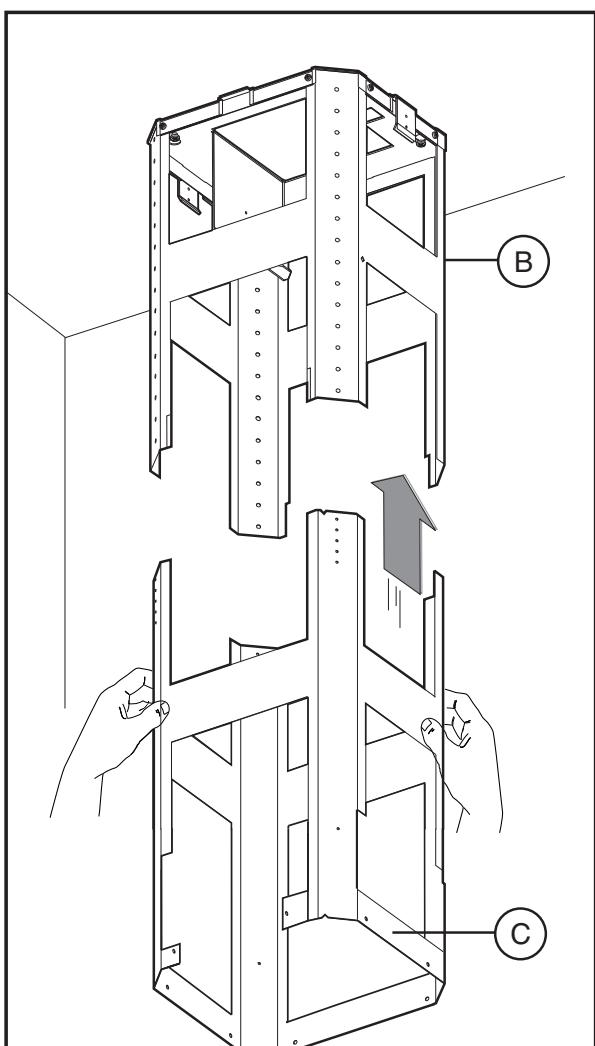
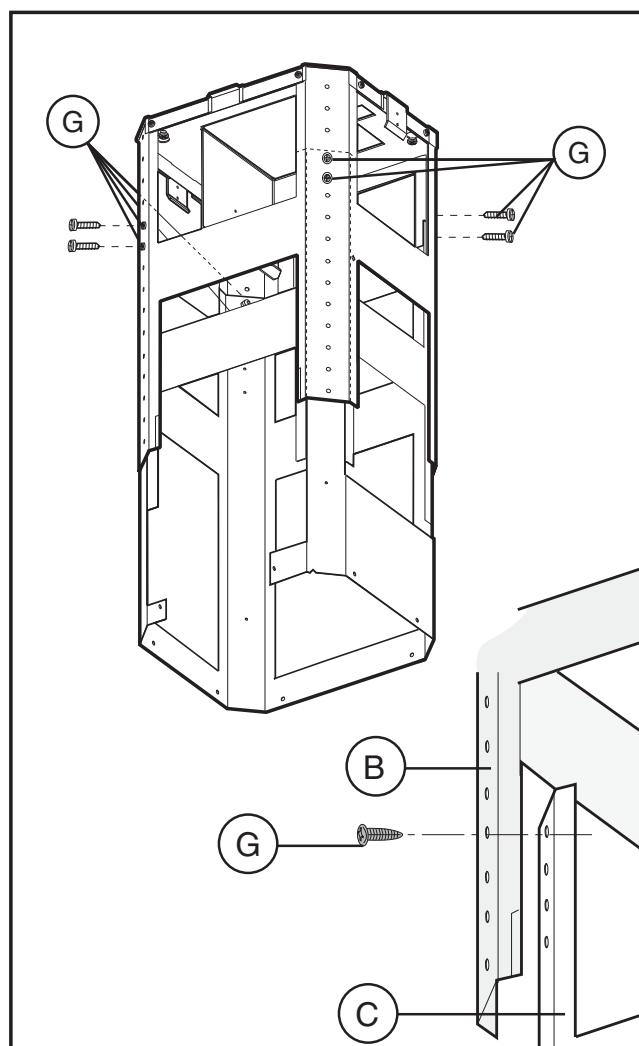

Fig.4
Fig.5
- Prendre la partie inférieure de la structure télescopique **C** et l'insérer sur la partie supérieure **B** (**Fig.4**). Réglér la hauteur désirée et la bloquer au moyen des 8 vis **G** fournies avec l'appareil (**Fig.5**).
Fig.5: Assembler la cheminée inférieure **1** à celle-ci supérieure et la fixer attentivement en utilisant le ruban adhésif **2**. Fixer le tube flexible (**TUYAU CIRCULAIRE DE 6" FLEXIBLE EN MÉTAL NON INCLUS**) sur la buse sortie de raccordement **3**.